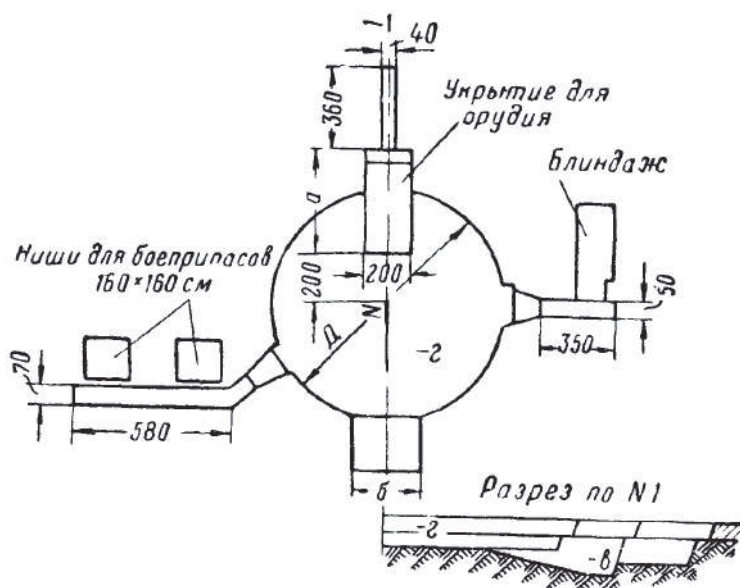

Рис. 9. Окоп с круговым обстрелом для пушек калибра 57, 85 и 100 мм
2. Окоп с круговым обстрелом для пушек калибра 57, 85 и 100 мм (рис. 9).